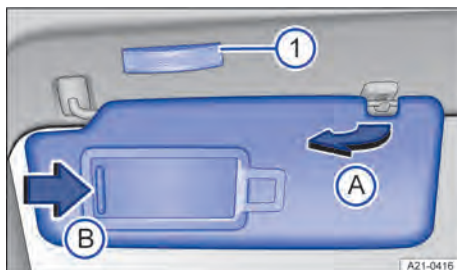

Fig. 92 Dans le ciel de pavillon, à l'avant : pare-soleil
2. Retrait du pare-soleil de son support et pivotement vers la porte → fig. 92 Ⓐ
1. Ouvrez le cache dans le sens de la flèche → fig. 92 Ⓑ.
L'éclaireur → fig. 92 ① s'éteint lorsque vous fermez le volet d'occultation du miroir de